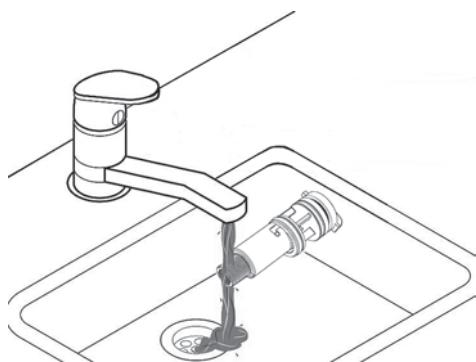

fig. 47
- În acest mod se poate curăța debitmetrul (vezi fig. 47 și fig. 48) sau înlocuiți componente.